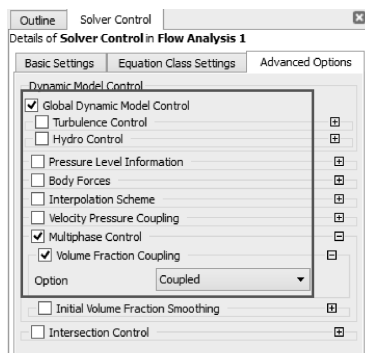

图 11-66 高级控制窗口设置
(2) 在高级设置选项里, 选择控制【Multiphase Control】栏中的【Volume Fraction Coupling】为 Coupled, 其他为默认设置, 单击【OK】确定, 如图 11-66 所示。